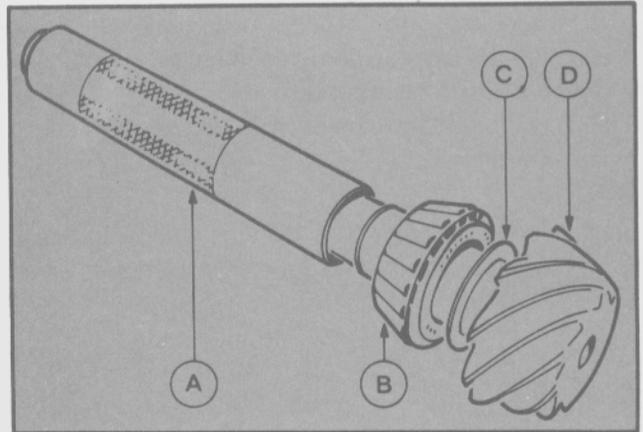

Fig. 44 - A: Colocador (herramienta especial 15-042)
- Instalar la arandela seleccionada y el cojinete en el piñón con la herramienta especial 15-042 (Fig. 44).